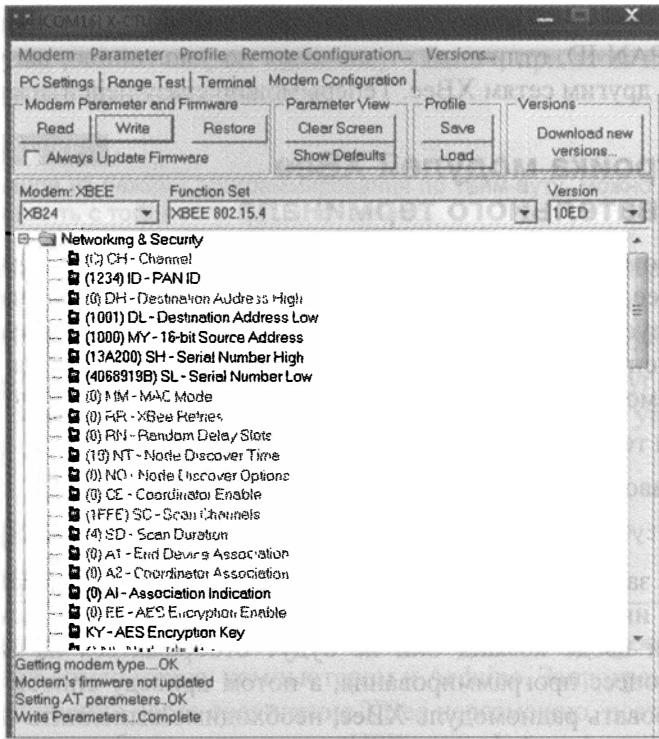

Рис. 11.11. Запись настроек в модуль XBee
5. Нажмите кнопку **Write** в верхней части окна, чтобы записать эти значения в XBee-модуль. Измененные параметры будут выделены синим цветом (рис. 11.11).